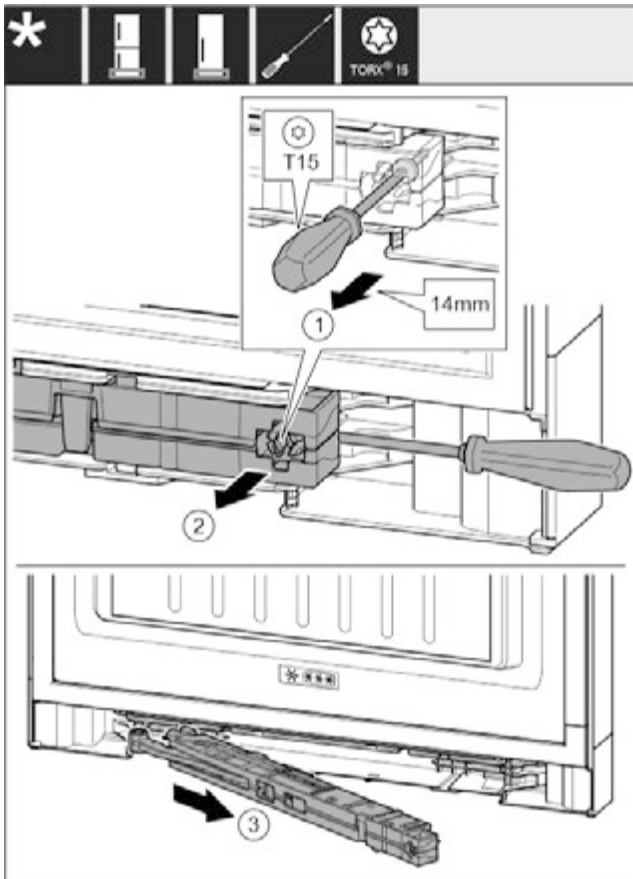

Fig. 14
- ▶ За допомогою викрутки T15 ослабте гвинт на демпферному вузлі приблизно на 14 мм. Fig. 14 (1)
- ▶ Перемістіть викрутку з боку ручки за демпферний вузол. Поверніть вузол уперед. Fig. 14 (2)
- ▶ Витягніть вузол. Fig. 14 (3)